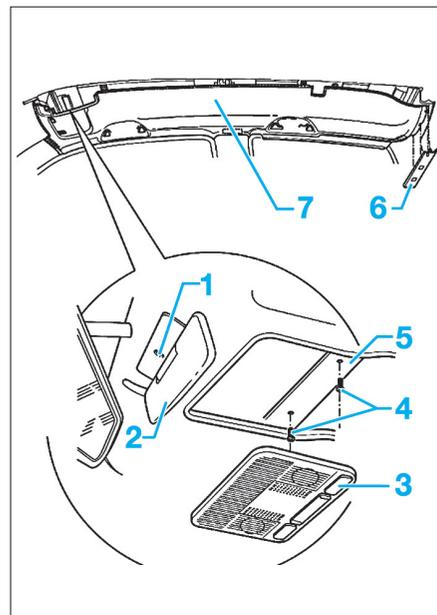

Fig. 78
- le plafonnier (2).
- la vis (1) et retirer le pare-soleil central (Fig.78),
- Ajuster la garniture de pavillon (7) à l'avant en fonction des paliers du pare-soleil (Fig.78).
- Fixer la garniture de pavillon à l'aide de deux vis (4).
- Agrafer le couvre-joint (6) dans le cadre de pavillon.
Après la repose, vérifier si le couvre-joint (6) se trouve entièrement dans le jonc du joint de la baie de hayon (Fig.78).